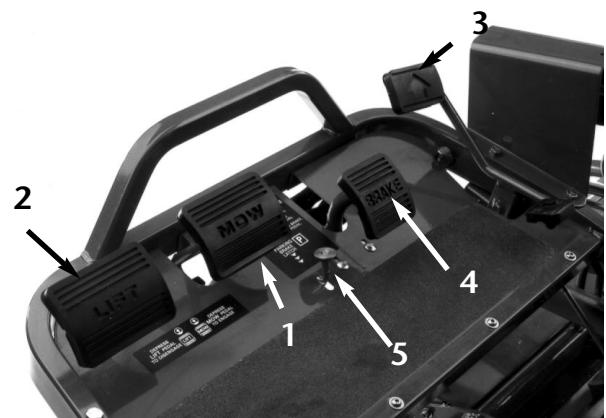

Figure 5
**PEDALE DE TONTE** (Fig. 5)—Appuyer A FOND sur la pédale de tonte pour abaisser les unités de coupe et mettre les rouleaux en marche.
**PEDALE DE FREIN** (Fig. 5)—La pédale de frein actionne un frein mécanique à tambour automobile.
**PEDALE DE RELEVAGE** (Fig. 5)—Si la pédale de relevage est enfoncee au cours de l'opération, les rouleaux s'arrêtent de tourner et les unités de coupe se relèvent. La pédale de relevage doit rester ENTIEREMENT enfoncée jusqu'à ce que les unités de coupe soient totalement relevées et se soient arrêtées de tourner.
**BOUTON DU FREIN DE STATIONNEMENT** (Fig. 5)—
**PEDALE DE DEPLACEMENT** (Fig. 5)—La pédale de déplacement permet à la machine d'avancer ou de reculer. Appuyer sur le haut de la pédale pour avancer et sur le bas pour reculer. Ne pas laisser le talon reposer sur la bas de la pédale lors de l'opération en marche avant (Fig. 5).